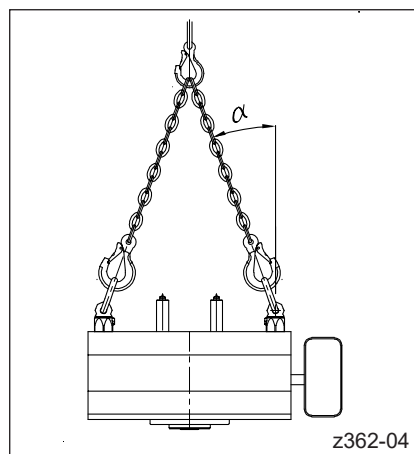
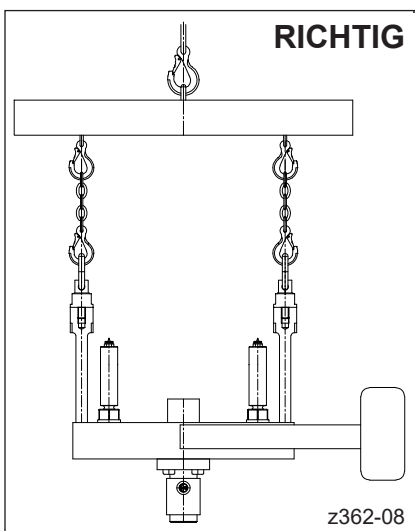
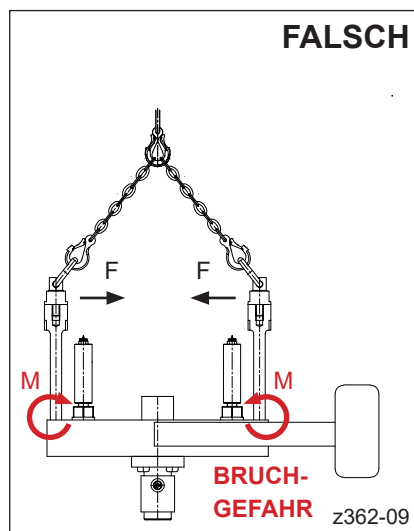

Abbildung 14: Anheben einer Last über 2 Anschlagpunkte, verteilt auf 2 gleichmäßig belastete, aber geneigte Stränge (Beispiel: liegende Heiße Seite)
Abbildung 16: Richtiges Anheben einer Last bei Verwendung von Distanzbolzen für Anschlagwirbel (L2X-System)
Abbildung 17: Falsches Anheben einer Last bei Verwendung von Distanzbolzen für Anschlagwirbel (L2X-System)
- Die Last wird auf 2 gleichmäßig belastete, aber geneigte Stränge verteilt (siehe Abbildung 14). Hierbei muss entsprechend dem Neigungswinkel α eine Reduktion der Maximallast stattfinden (siehe Tabelle 8).
- Kommen Distanzbolzen für Anschlagwirbel zum Einsatz, ist die Verwendung einer Kran-Traverse zwingend notwendig, um eine korrekte Krafteinleitung über senkrecht gestreckte Stränge zu ermöglichen (siehe Abbildung 16). Wird hier mit geneigten Strängen angehoben entsteht eine Kraft F , die im Einschraubgewinde ein Biegemoment M verursacht. Hierdurch besteht Bruchgefahr (siehe Abbildung 17).
Entnahme einer Heißen Seite, eines L2X-Systems oder eines einzelnen Verteilers aus einer Transportkiste oder von einer Palette (siehe Abbildung 14, Abbildung 15 bzw. Abbildung 16).